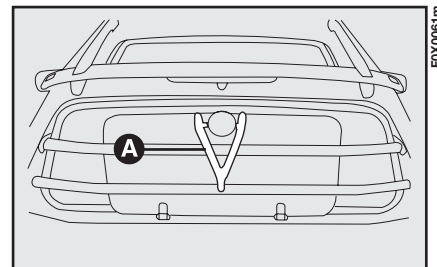

fig. 80
– inserire il vetro del tetto apribile utilizzando la ghiera di basculamento posta in prossimità del vano bagagli nello spazio esistente tra il vetro posteriore e la rete di protezione, farlo quindi scorrere tra le due guide di predisposizione come illustrato in fig. 80;